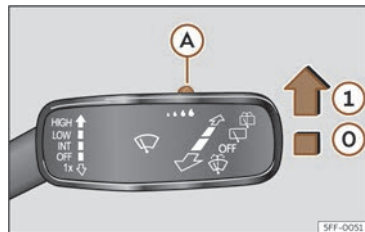

Fig. 81 Maneta ștergătoarelor de parbriz: reglați senzorul de ploaie **A**.
Împingeți maneta în poziția dorită >>> **fig. 81**.
- ① Senzor de ploaie activ; ștergere automată dacă este necesar.
După decuplarea și recuplarea contactului, senzorul de ploaie va rămâne activat și va începe să funcționeze din nou când ștergătoarele sunt în poziția >>> **fig. 81** ① și autovehiculul rulează cu viteză mai mare de 16 km/h (10 mph).